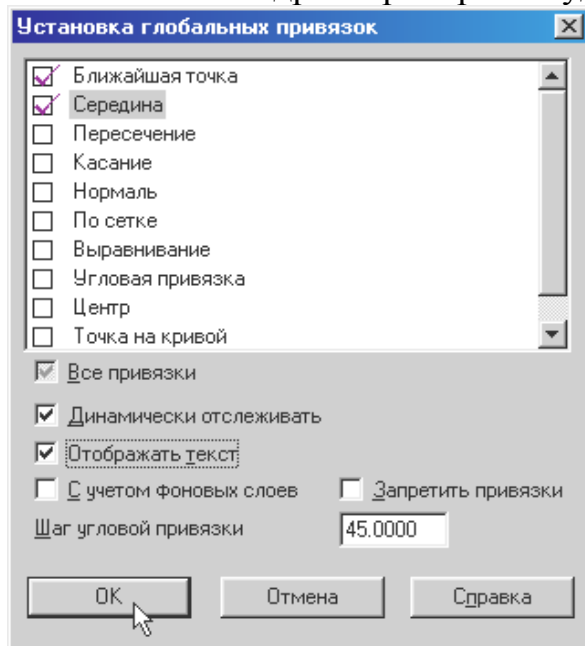

Рис. 32.
1. Клацанням на кнопці *Прив'язки* в рядку параметрів викличе на екран діалогове вікно *Установка глобальних прив'язок*. Для виконання завдання нам буде достатньо двох прив'язок – *Найближча точка* і *Середина*. Вимкніть інші прив'язки, рис. 32.
1. Вимкніть глобальні прив'язки, рис. 32.